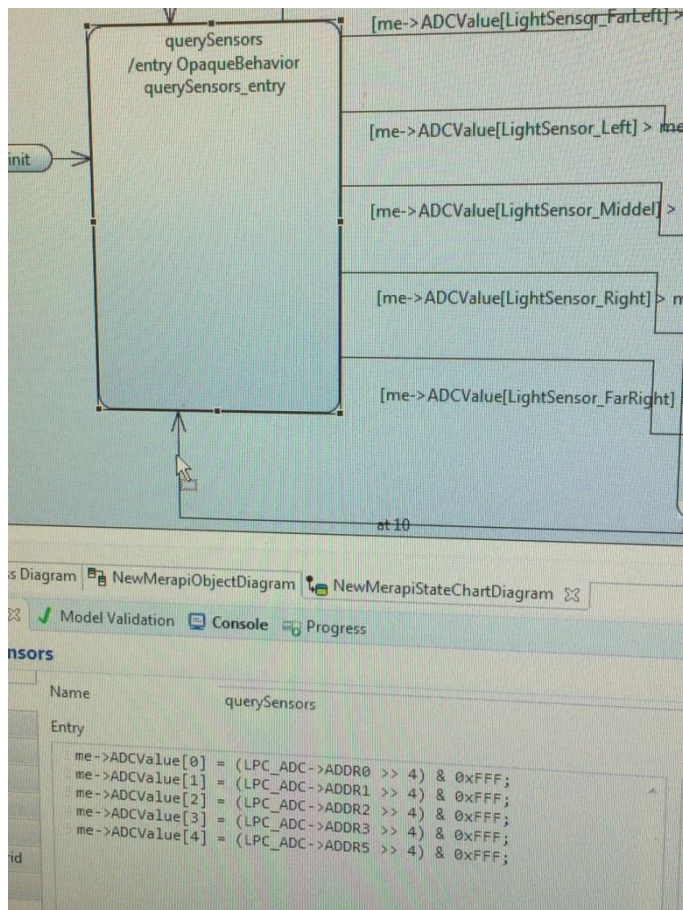

Abbildung 16: querySensors
- ➔ Im „querySensors“ werden die Werte der ADCValue deklariert und initialisiert. Mehrere Vorstellung kann man sich mit dem Abbildung 16 vorstellen